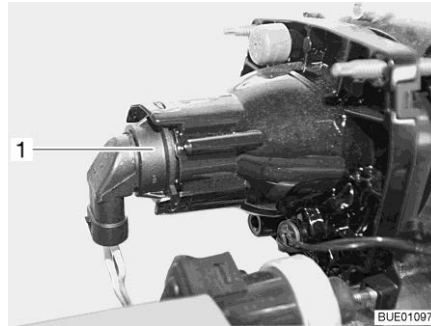

Bild 289 Abblendlicht/Fernlicht/Standlicht
- Hinter den Lampenhalter (Bild 289,1) greifen.